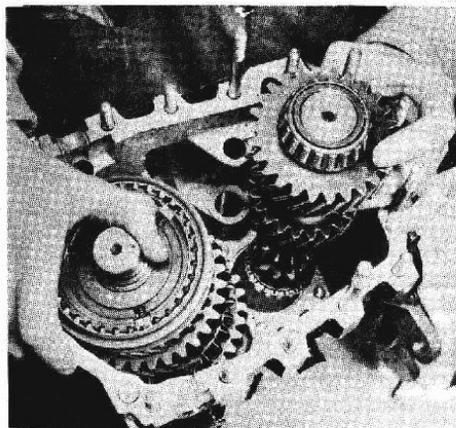

Fig. d-14
- Introducir el engranaje quíntuple en la carcaza, desplazando el extremo delantero del eje principal hacia la parte superior de la caja (Ver Fig. d-14) y cuidando de calzar su cojinete trasero detrás del engranaje de primera. Posteriormente, centrar correctamente el eje principal.